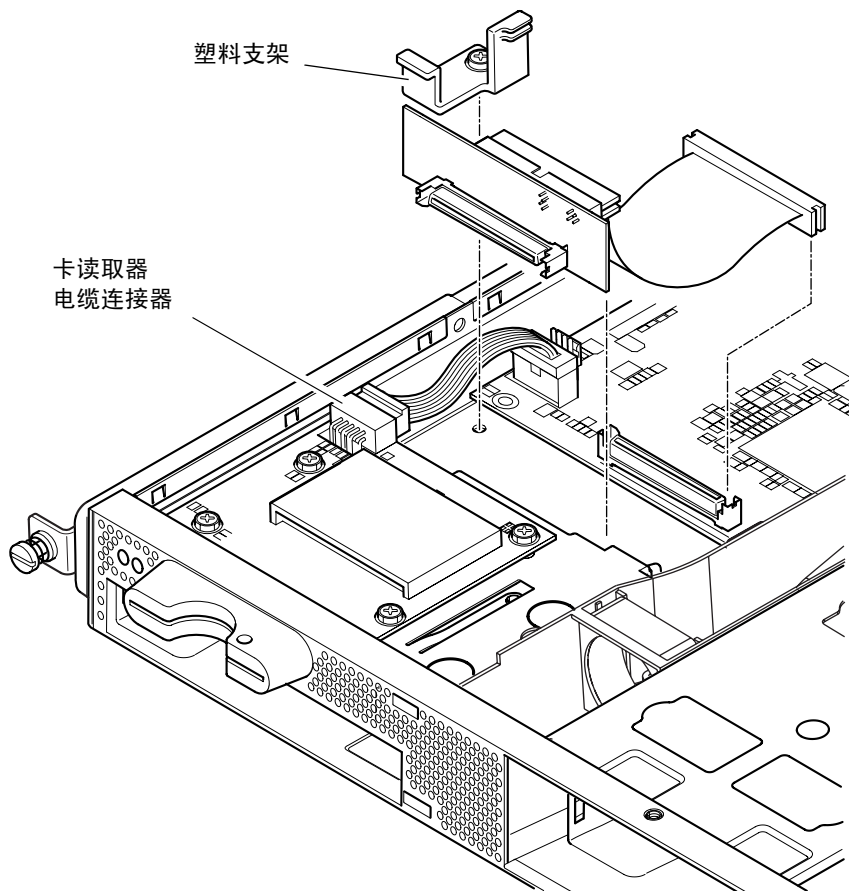

图 11-3 更换 DVD 或 CD-ROM 驱动器仓背部的开关板
3. 从系统板上断开内存卡读取器底板的电源电缆（请参见图 11-3）。
6. 将新的 IDE 带状电缆连接到系统板上，连接时电缆从系统板向外朝 DVD 或 CD-ROM 驱动器延伸（请参见图 11-3）。
11. 现在把固定开关板的塑料支架放回，并将其拧紧到底板基座中（请参见图 11-3）。